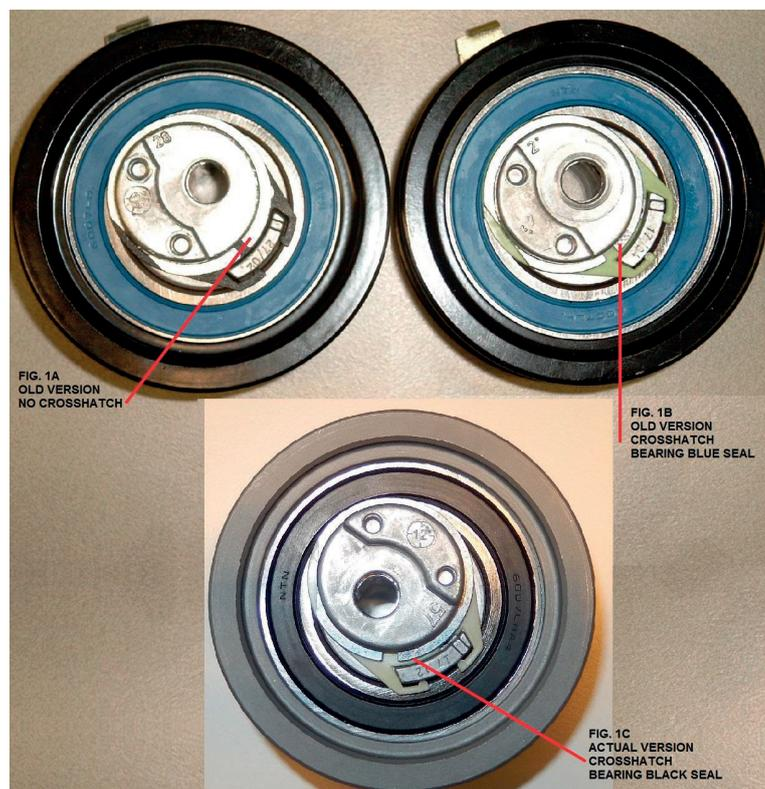
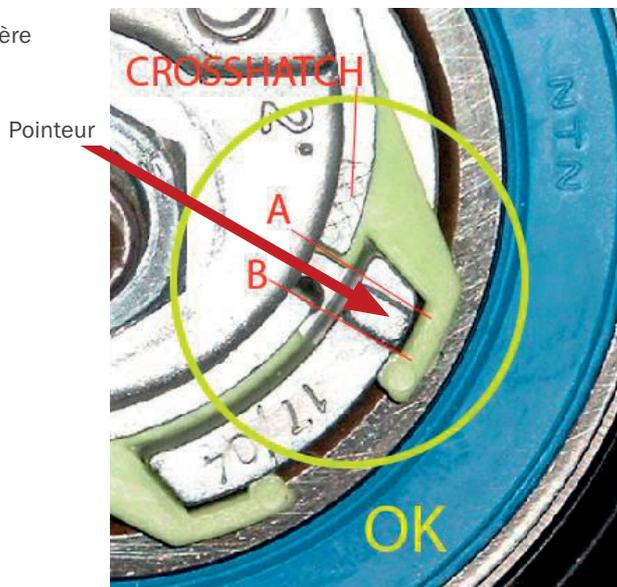

FIG. 1
FIG. 4
Sur la figure 1, vous pouvez voir que depuis 2 générations (1B + 1C) ce galet tendeur possède un indicateur d'usure de courroie : des hachures en forme de x (crosshatch) gravées dans le métal (voir également Fig. 4). Cette partie indique quand la courroie est usée et nécessite un remplacement.
7. Faire tourner légèrement l'ajusteur du tendeur en sens horaire avec l'outil spécifique jusqu'à ce que le pointeur soit dans la bonne position (Fig. 4). Si vous tournez trop loin (Fig. 7), détourner complètement l'ajusteur et recommencer.
12. Vérifier si les outils de blocage peuvent être placés facilement, le pointeur du tendeur doit se trouver dans la position indiquée sur la figure 4. Si ce n'est pas le cas, recommencer la procédure de tension.